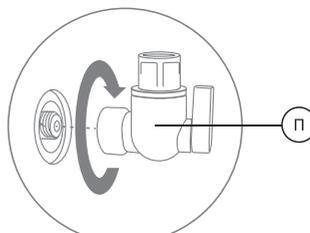

Рис. 25
4. Накрутите на резьбовой штуцер бака вентиль (П) до плотного прилегания к уплотнительной прокладке у основания (рис. 25), не прилагая чрезмерное усилие. Уплотнение резьбы не требуется.